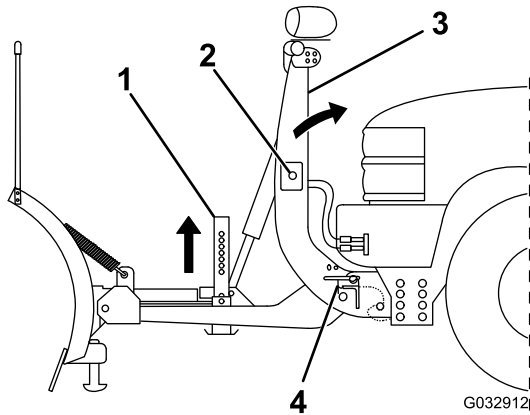

Figura 36
5. Mueva hacia arriba el interruptor SmartHitch2 del lateral de la torre de acoplamiento y eleve la torre hasta que los cerrojos con muelle del acoplamiento encajen en su sitio (Figura 36).
7. Tire hacia afuera del cerrojo con muelle de la pata de apoyo y levante la pata, luego suelte el cerrojo con muelle para sujetarla (Figura 36).